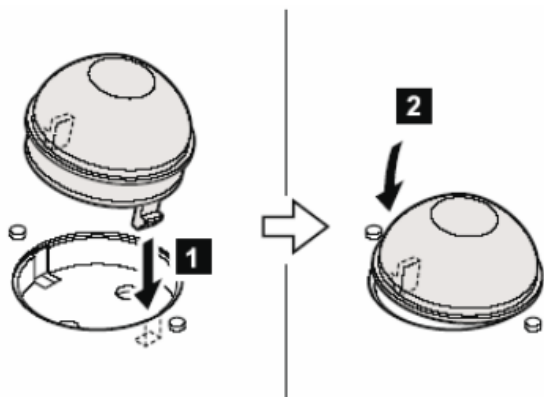

图 6-13 安装防震气垫
3) 安装防震气垫的时候需要将挂钩沿着里面的“槽”压下去, 就在“圆点”的旁边, 如图 6-13 所示。